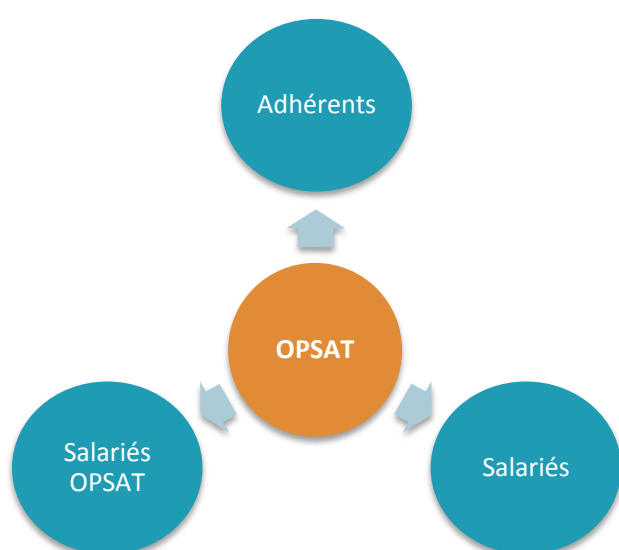

Figure 1 : Les bénéficiaires
- Les bénéficiaires (figure 1)